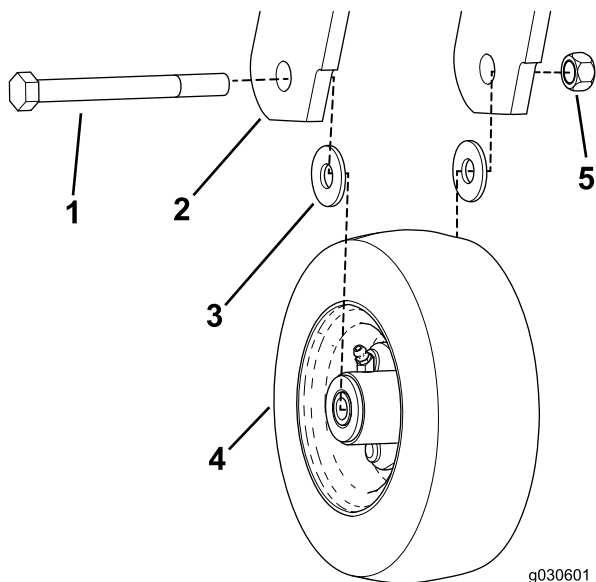

図 37
6. キャスタホイールアセンブリとキャストフォークの間に平ワッシャを入れ、ボルトとロックナットで組み付けを行う 図 37。